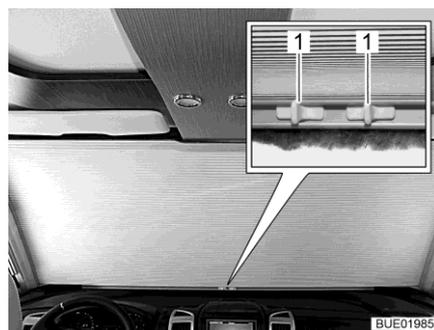

Bild 11 Manuelle Frontscheibenverdunklung
- Griffe (Bild 11,1) zusammendrücken.